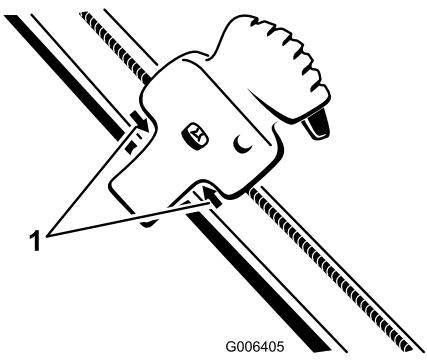

Figure 31
2. Placez la commande Quick Shoot entre les deux flèches situées sur le côté droit de la partie supérieure du guidon (Figure 31).